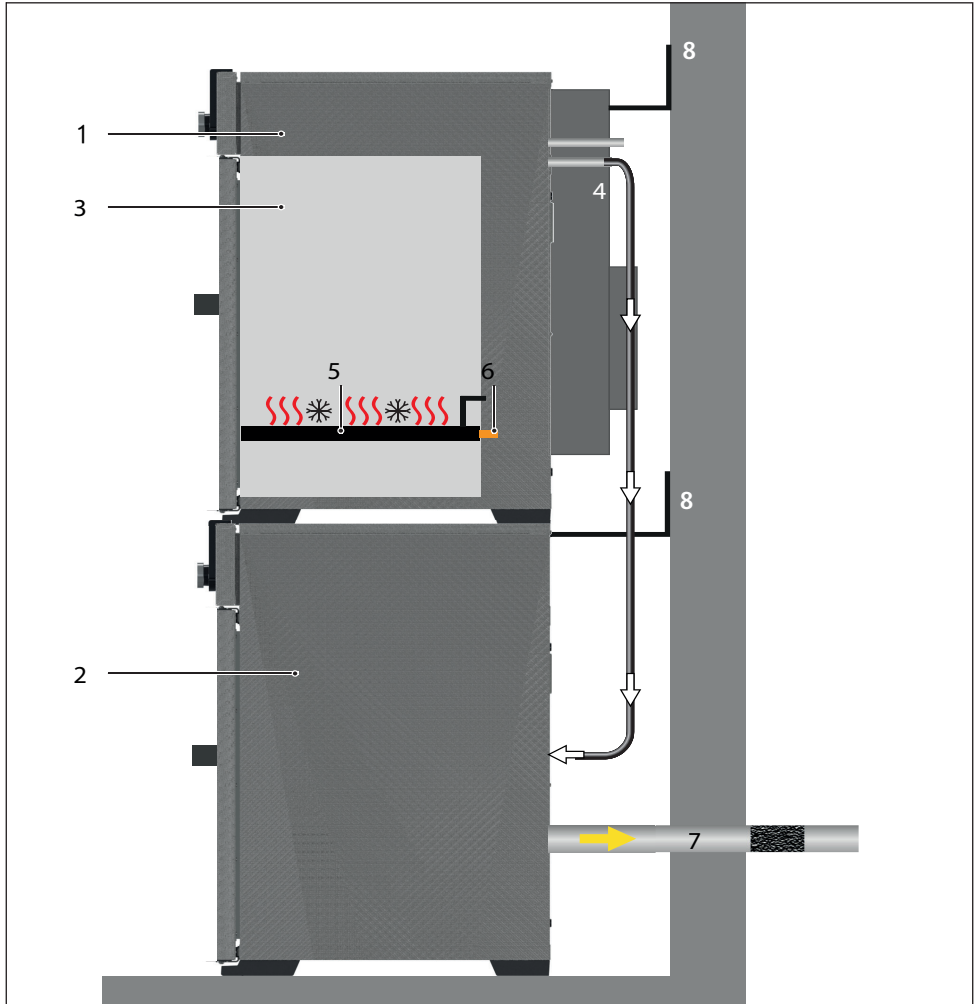

Abb. 4 Funktion von Vakuumschränken VOcool in Verbindung mit einem Pumpenmodul
Die Geräte der Typenreihe VOcool (Abb. 4 1) können in Verbindung mit einem Memmert-Pumpenmodul ② oder einer anderen geeigneten Vakuumpumpe einen Unterdruck in der Arbeitskammer ③ erzeugen. Durch den Vakuumeingang auf der Rückseite des Geräts ④ wird der Arbeitsraum durch die Pumpe evakuiert.